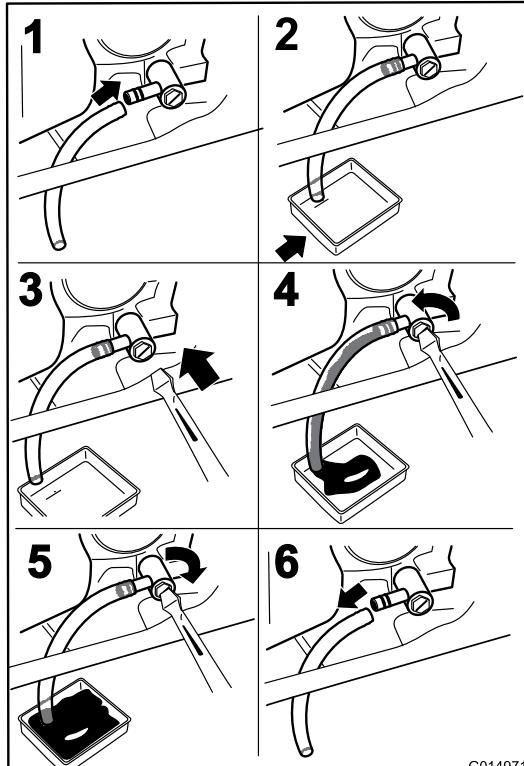

Figure 39
- Avant de quitter la position de conduite, coupez le moteur, enlevez la clé de contact et attendez l'arrêt de toutes les pièces mobiles (Figure 39).